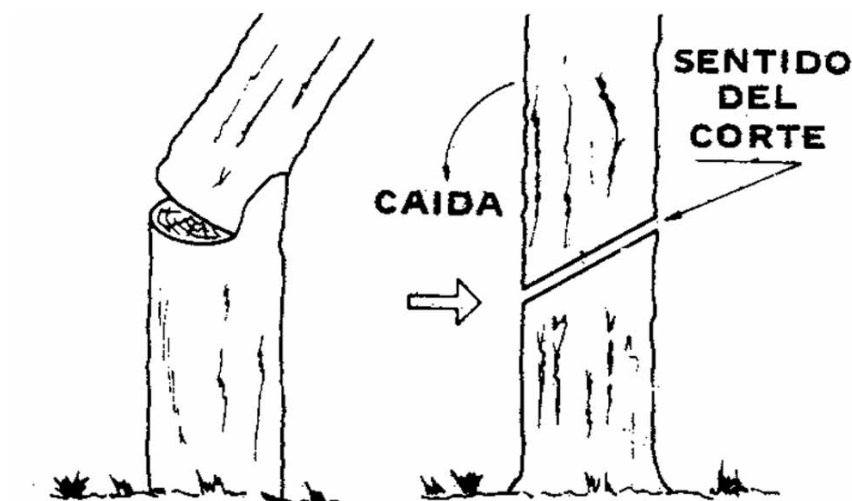

FIG. 066
- El corte se puede hacer de dos maneras: La primera, dando un corte seudovertical en el lado de caída y terminar con otro de tala transversal. **FIG. 066**
- La segunda, con un corte inclinado hacia la dirección de caída. **FIG. 066**